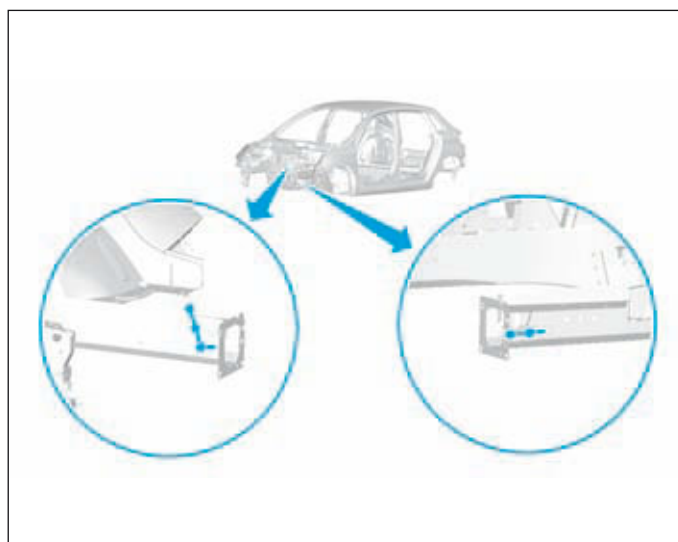

FIG.3
- Préparer les bords d'accostage sur la caisse et les protéger par un apprêt soudable indice "C7" (Fig.3).